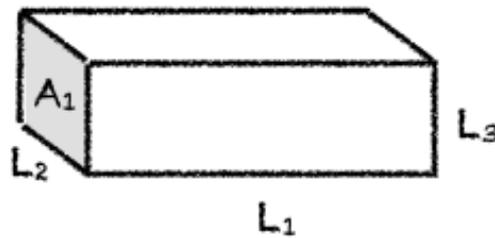

Figura 2.1: Bloco retangular.
- A partir da figura 2.1, com as seguintes medidas: